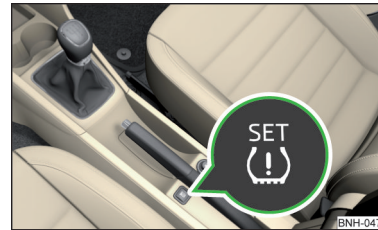

Abb. 128
- Die Symboltaste (⚠) » Abb. 128 drücken und gedrückt halten.